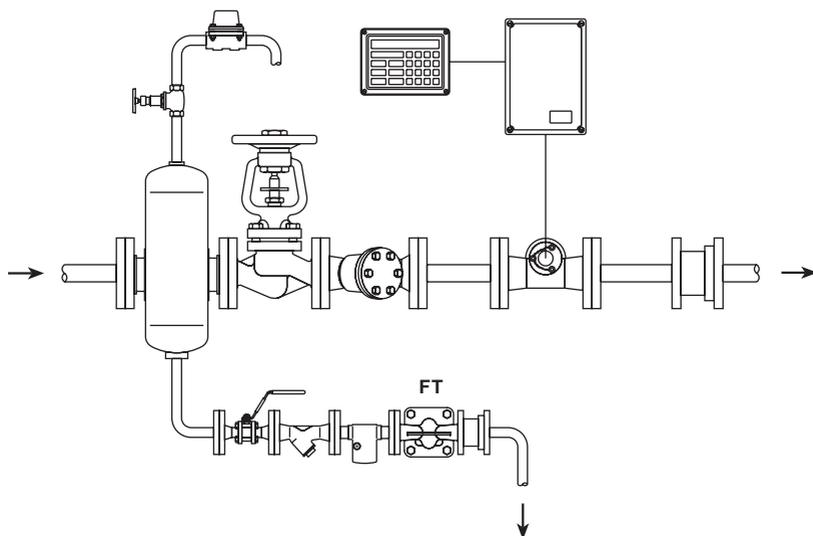

図. 5
- 3.5 図5をご確認ください。トラップは蒸気システムの出口の下に取り付けます。トラップの直前には小さな立下り管(約150mm)を付けてください。立下り管がない場合、低負荷時のドレン量が少ない時に蒸気が配管底部のドレンの上を流れてトラップに到達し蒸気障害が発生する可能性があります。